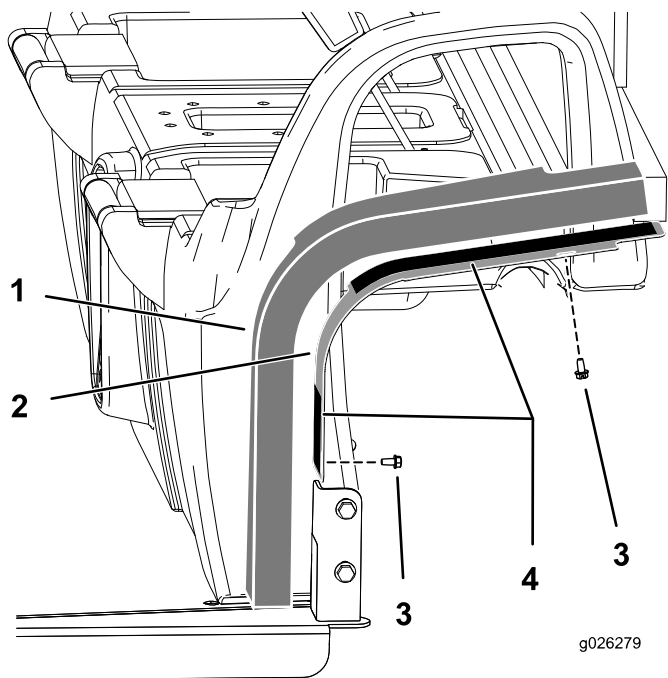

图6
1. 如**图6**所示，用 4 个螺栓（1/4 英寸）将安装板固定到驾驶室。
3. 撕下安装板上双面胶带的纸基（**图6**）。
4. 将泡沫板安装到总成上（**图6**）。